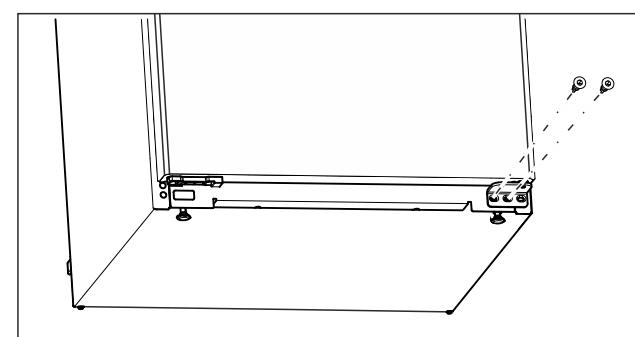

Fig. 6
- Выверните на нижнем опорном кронштейне центральный винт при помощи отвертки Torx 20. (см. Fig. 6)
► Выверните на нижнем опорном кронштейне внутренний винт при помощи отвертки Torx 20. (см. Fig. 6)